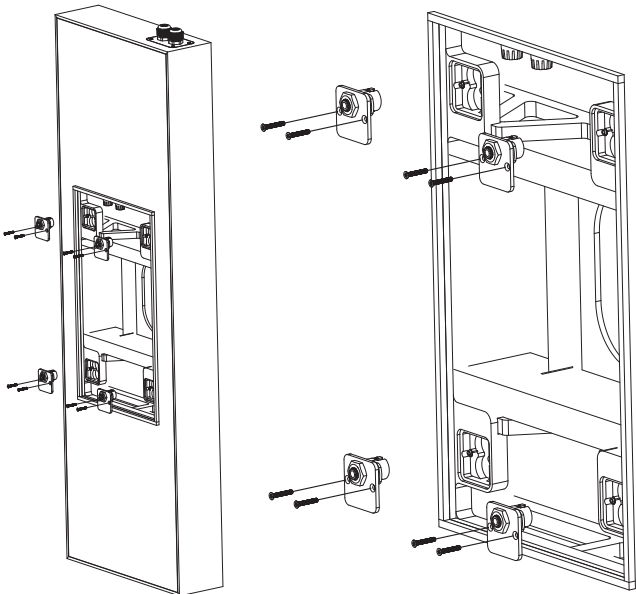

Fig.2b Vuelva a orientar los cuatro soportes si la lata trasera está instalada con la entrada de cables en la parte superior
6. Nota: Si instala la lata trasera con la entrada del cable en la parte superior, entonces los cuatro soportes pequeños que aceptan los tornillos del conjunto del altavoz deben girarse 180 grados. Afloje los 2 tornillos pequeños y vuelva a orientar cada soporte pequeño como se muestra (Fig. 2b).